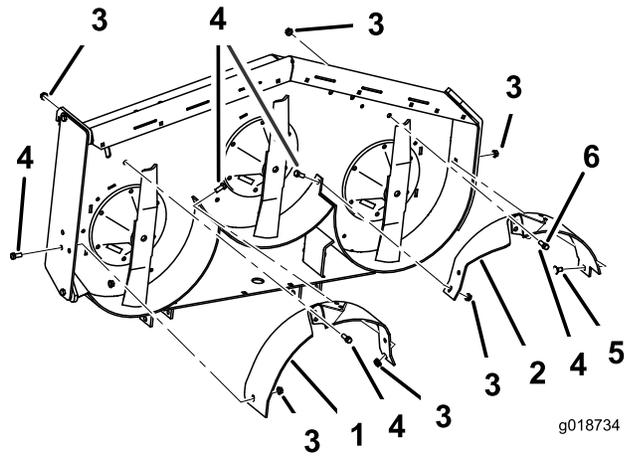

Figura 6
cuello cuadrado (3/8 x 3/4 pulgada) y una tuerca con arandela prensada (3/8 pulgada) (Figura 6).
2. Sujete provisionalmente el deflector derecho a la carcasa de corte con 2 pernos (3/8 x 7/8 pulgada) y 2 tuercas con arandela prensada (3/8 pulgada) (Figura 6).
3. Sujete provisionalmente el deflector derecho a la placa de descarga con 1 perno (3/8 x 7/8 pulgada) y 1 tuerca con arandela prensada (3/8 pulgada) (Figura 6).
5. Sujete provisionalmente el deflector izquierdo a la carcasa de corte con 2 pernos (3/8 x 7/8 pulgada) y 2 tuercas con arandela prensada (3/8 pulgada) (Figura 6).